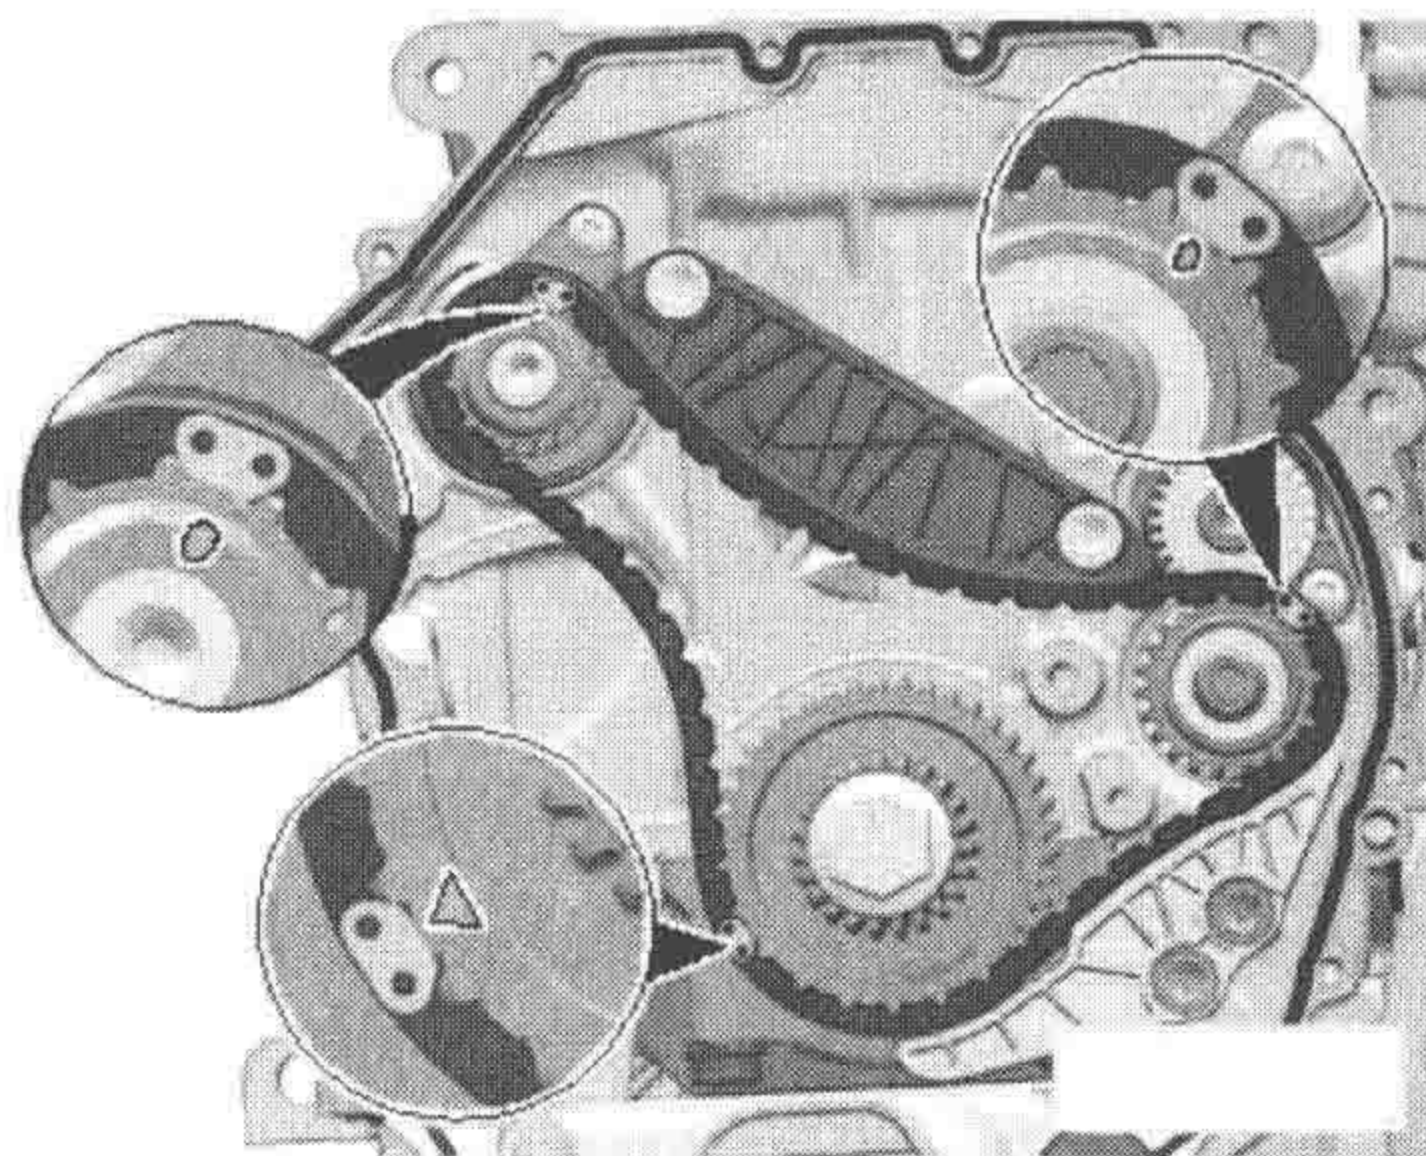

图 1-1-9
(2) 放上平衡轴正时链，正时链的彩色链节必须定位在图 1-1-9 所示的链轮标记上。
(7) 再次检查平衡轴正时是否正确（图 1-1-9）。